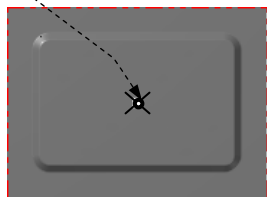
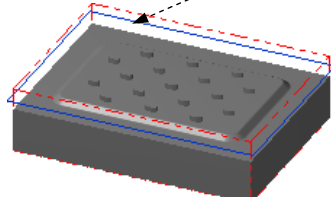

图 25.4 定义基准点
图 25.5 绘制矩形边界
Step1. 绘制矩形边界。单击顶视图 按钮，选择下拉菜单 **绘图(C)** → **矩形(R)...** 命令，系统弹出“矩形”工具栏。在“矩形”工具栏中确认 按钮被按下，选取图 25.4 所示的点，然后在 后的文本框中输入值 155，在 后的文本框中输入值 115，按 Enter 键。单击 按钮，完成矩形边界的绘制，结果如图 25.5 所示。